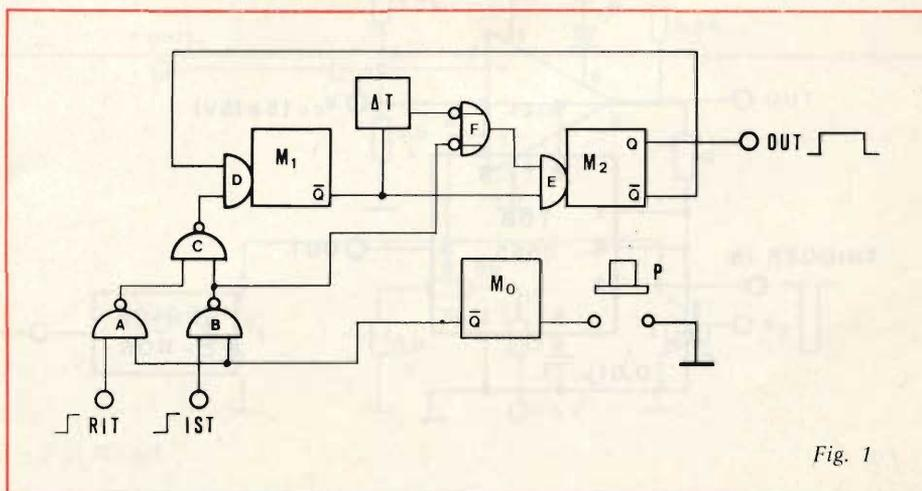

Fig. 1
**I**n fig. 1 è rappresentato lo schema a blocchi del temporizzatore i cui componenti fondamentali sono 3 multivibratori monostabili denominati rispettivamente M0, M1, M2.